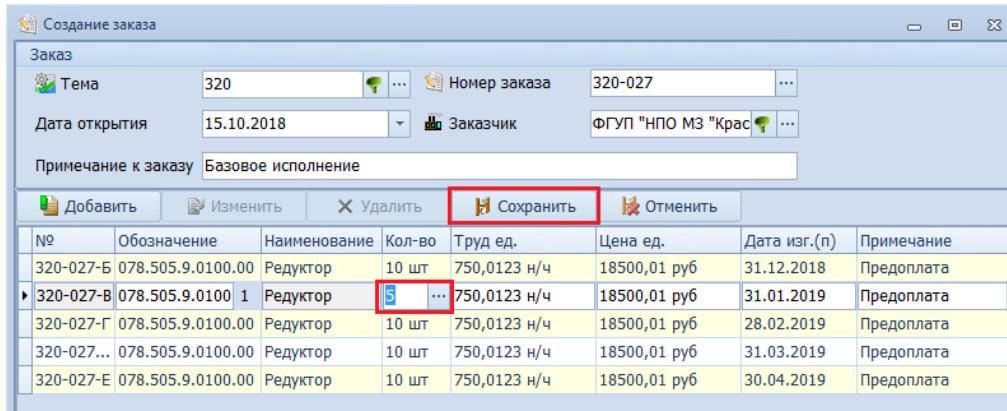

Рисунок 62. Пример внесения изменений в Партию заказа
внести, при необходимости, нужные изменения (рис. 62).
4.4 Нажать кнопку **Сохранить** (рис. 62).